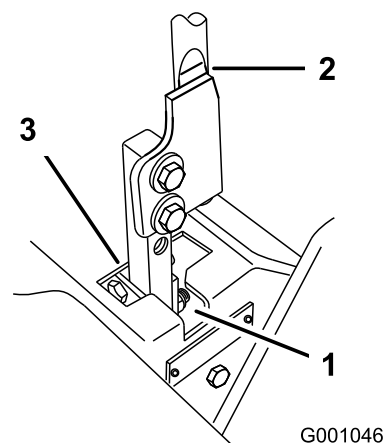

Figura 70
5. Mettete la leva in folle, senza bloccarla (Figura 70).
6. Tirate indietro la leva finché il perno con testa (sul braccio sottostante l'albero di articolazione) non tocca l'estremità della tacca (inizia a premere sulla molla) (Figura 70).
7. Controllate dove la leva di comando corrisponde alla tacca nella console (Figura 70). Dev'essere al centro e consentire lo spostamento della leva verso l'esterno, in posizione di bloccaggio in folle.